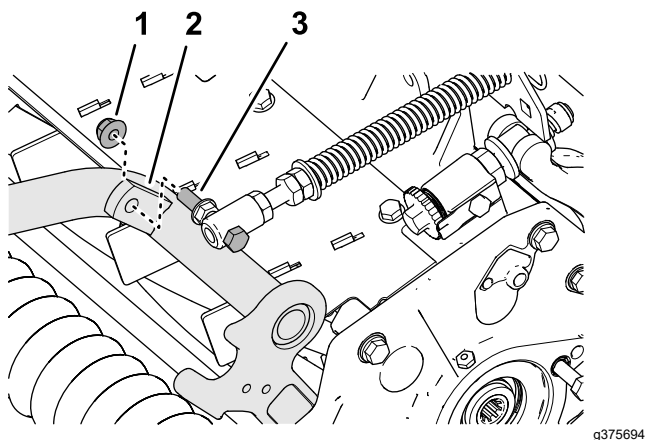

Figura 10
4. Montai dopul filetat al arcului de compensare pentru gazon pe umărul drept al cadrului de susinere (Figura 10) folosind o contrapiuliă cu guler ($\frac{3}{8}$ ").